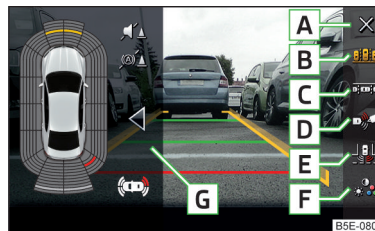

Fig. 265 Superficies funcionales
Superficies de función » fig. 265
- Pulse ligeramente la superficie de función [C] » fig. 265 de la pág. 235.